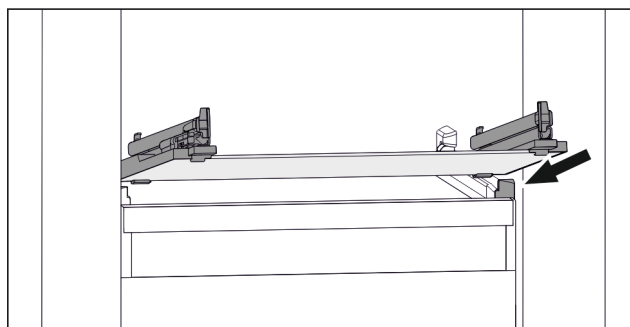

Fig. 40 Príklad zobrazenia sklenenej dosky
- ▶ Nasadte sklenenú dosku šikmo za zarážkami. (pozri Fig. 40)